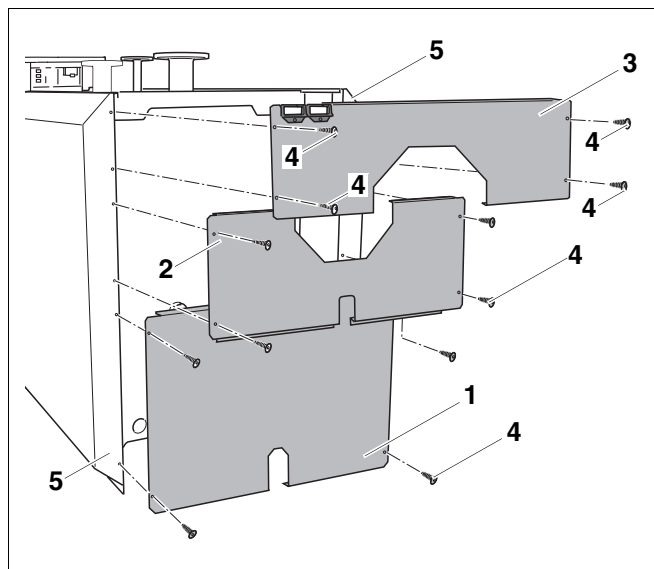

Рис. 36 Монтаж элементов задней стенки
- Закрепить нижний элемент задней стенки (рис. 36, поз. 1) 4 винтами (рис. 36, поз. 4) к нижним боковым стенкам (рис. 36, поз. 5).
- Установить средний элемент задней стенки (рис. 36, поз. 2) на нижний элемент задней стенки.
- Закрепить средний элемент задней стенки 4 винтами (рис. 36, поз. 4) к задним боковым стенкам (рис. 36, поз. 5).
- Установить верхний элемент задней стенки (рис. 36, поз. 3) с отбортовкой на средний элемент задней стенки (рис. 36, поз. 2) и задвинуть в вырезы боковых крышек котла.
- 2 винта (рис. 36, поз. 4) вставить сверху через задние стенки, задние боковые стенки, боковые траверсы и затянуть.
- Соединить внизу задние и боковые стенки 2 винтами (рис. 36, поз. 4).